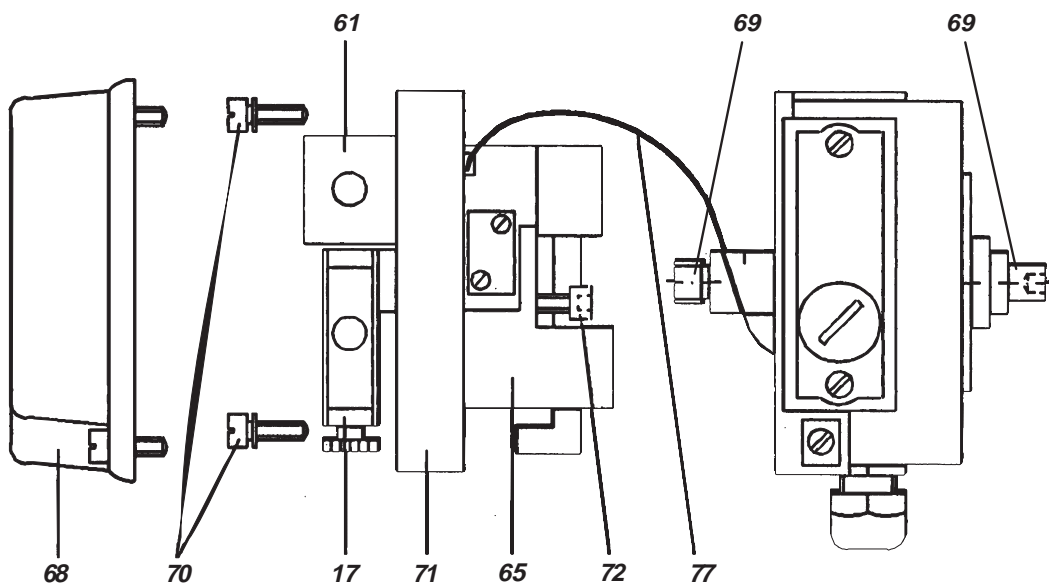

Fig. 30: Montaje y desmontaje del convertidor I-p 65 y del amplificador 61
Si se efectuaron modificaciones en el convertidor I-p (fig. 30, pos. **65**), éste también tiene que ser reajustado (véase pág. 20).
5.3.1 Desmontaje del convertidor I-p (véase fig. 30)
5.3.4 Incorporar el convertidor I-p y ensamblar el aparato (véase fig. 30)